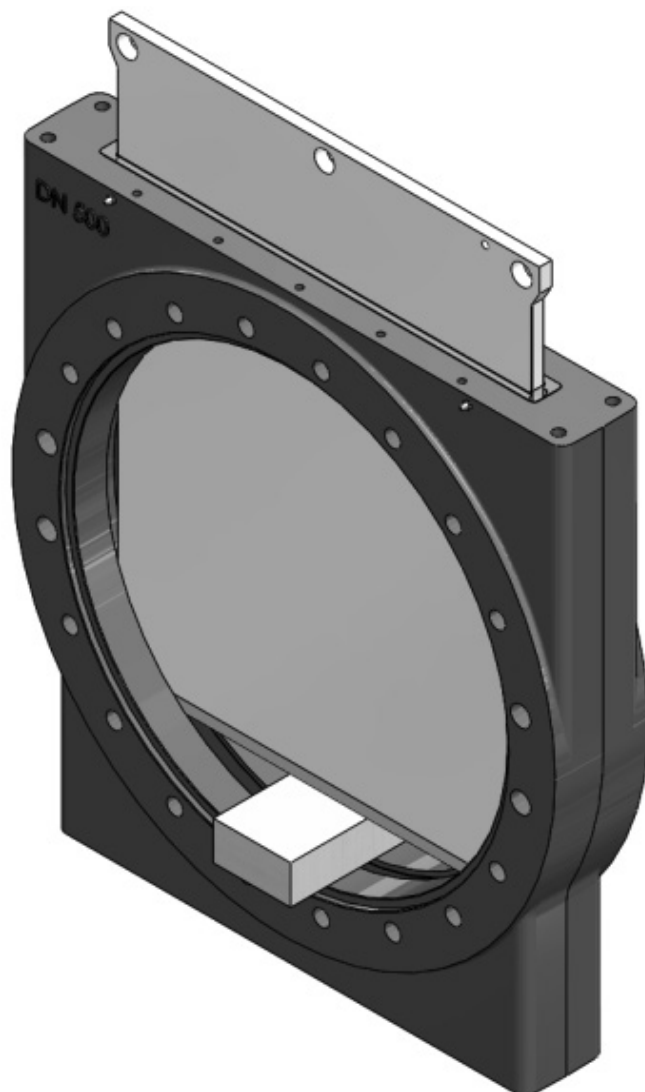

Figura 15. Detalhe da inserção de madeira.
3. Insira um pedaço de madeira no furo conforme exibido na Figura 15. Isso serve para evitar a queda excessiva da guilhotina antes da instalação do pino da manilha.
4. Aplique o lubrificante de silicone recomendado na borda chanfrada e nas laterais da guilhotina (2) e deslize pela abertura na parte superior do corpo da válvula até que ele fique firme no pedaço de madeira.